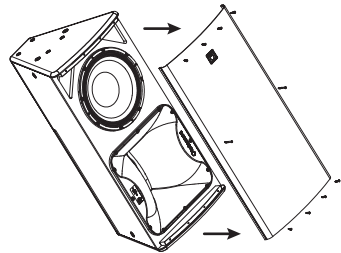

Fig. 1
2. Wykręć 10 wkrętów posi-drive, które przytrzymują kratkę na miejscu i odłóż kratkę na bok (rys. 1).
14. Wymień kratkę (rys. 1) i sprawdź fazę szafki przed użyciem.